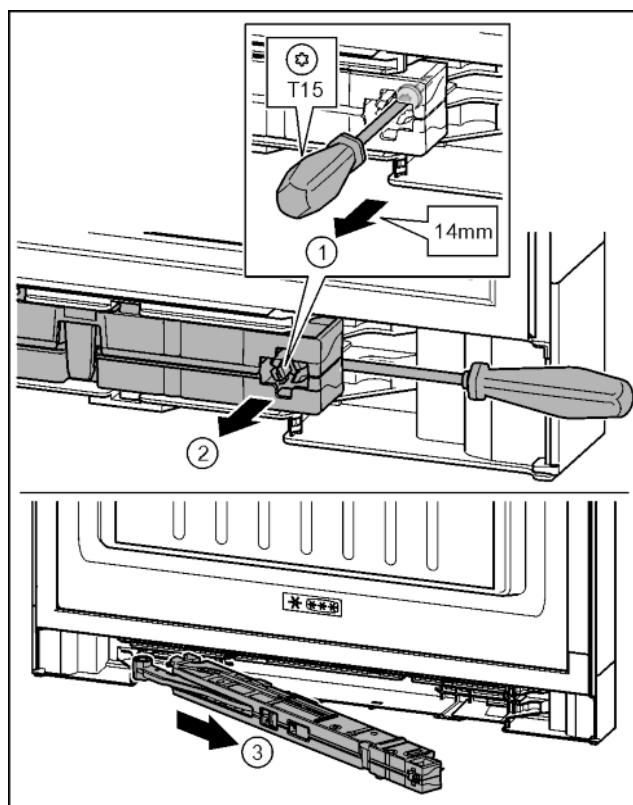

Fig. 16
► Ослабить винт на узле амортизатора с помощью отвёртки T15 примерно на 14 мм. Fig. 16 (1)
► Переместить отвёртку со стороны ручки за узел амортизатора. Повернуть узел вперед. Fig. 16 (2)
► Вытащить узел амортизатора. Fig. 16 (3)